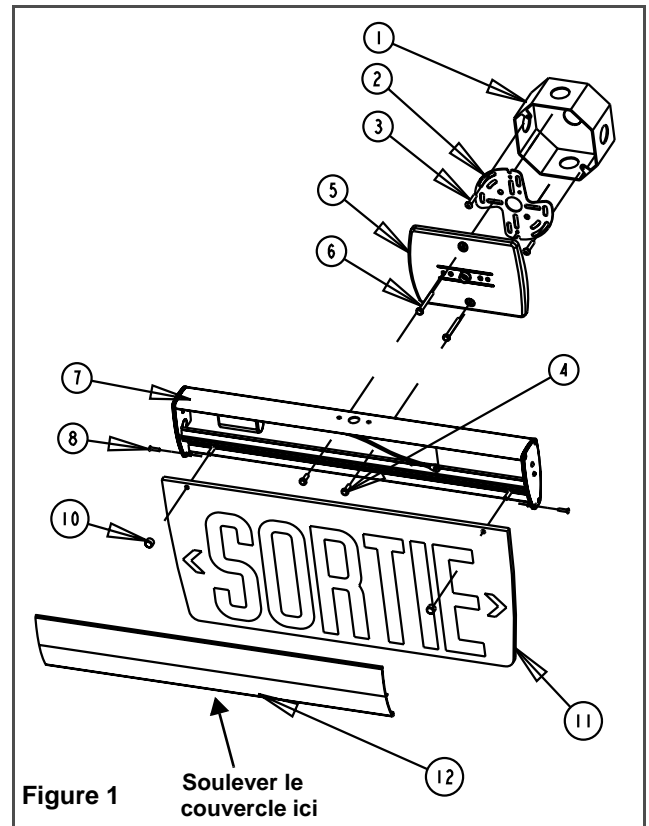

Figure 1
4. Pour ouvrir l'enseigne, soulever le couvercle. Si le couvercle est trop difficile à ouvrir, utiliser un tournevis plat et soulever au point indiqué sur la figure 1).
Montage mural (voir figure 1)